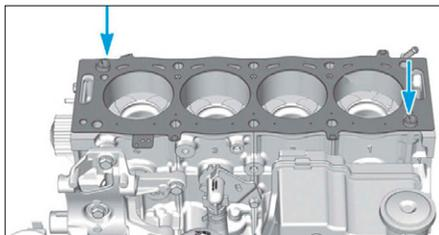

FIG. 95
- S'assurer de la présence des douilles de centrage sur le bloc-cylindres et du sens correct du joint de culasse (2) (Fig.95).